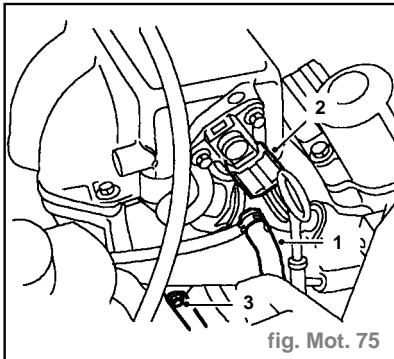

fig. Mot. 75
- Desserrer le collier (1) et débrancher le flexible de retour de carburant du collecteur de carburant (fig. Mot. 75).